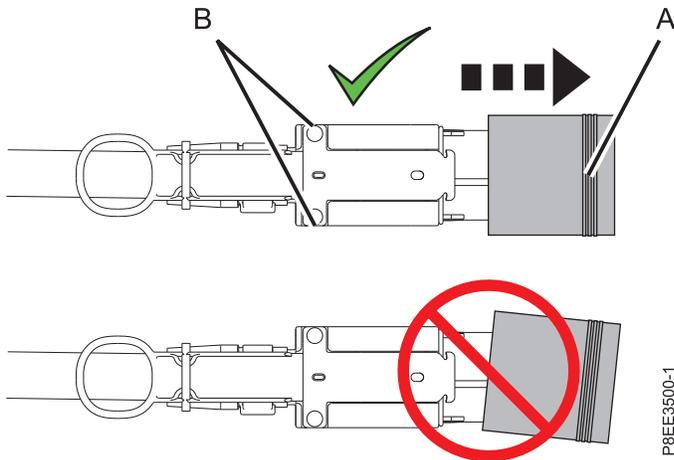

Figura 18. Extracción de la funda protectora del conector del cable del cajón de expansión
- b. Quite la funda protectora del conector del cable del cajón de expansión. Sostenga el alojamiento de cables (**B**) por los extremos cortos con los dedos índice y pulgar de una mano. A continuación, sosteniendo la cubierta por el extremo largo (**A**) con los dedos índice y pulgar de la otra mano, tire de la funda protectora para extraerla. Consulte la Figura 18 en la página 25.